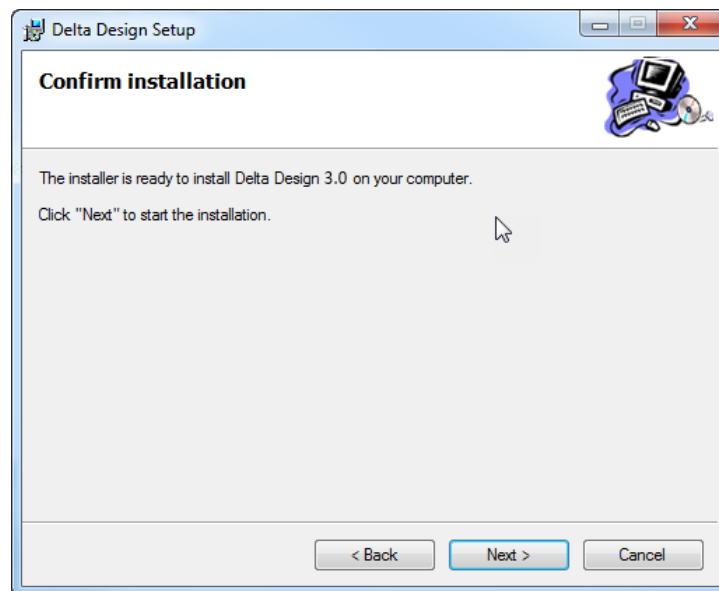

Рис. 6 Начало распаковки
5. Нажмите кнопку «Next» для начала копирования и распаковки файлов, см. Рис. 6.